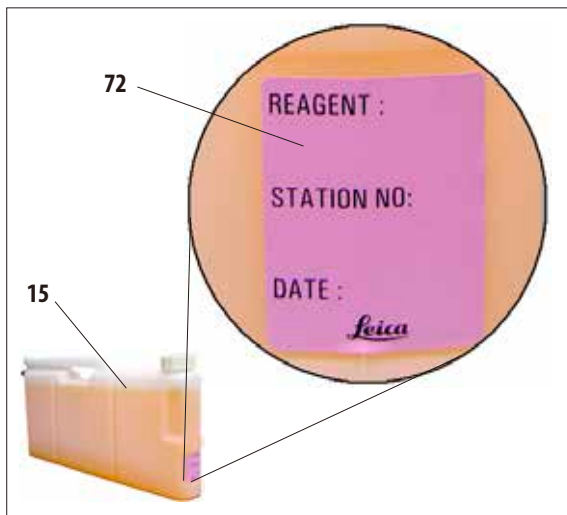

図 55
ラベル (72) は図 55 に示すように試薬ボトル (15) の前面に貼ります。
ラベルにステーション番号を記入したり、カラーテーブルで指定された試薬をセットした日付を記入することができます (図 55)。